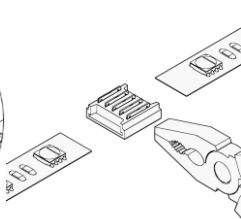

Рисунок 5.
5.5. Также отрезки ленты можно соединить с помощью коннекторов Geniled арт.12363, которые поставляются отдельно. Контактные площадки лент, необходимо завести в разъем коннектора и защелкнуть при помощи пассатижей (Рисунок 5).